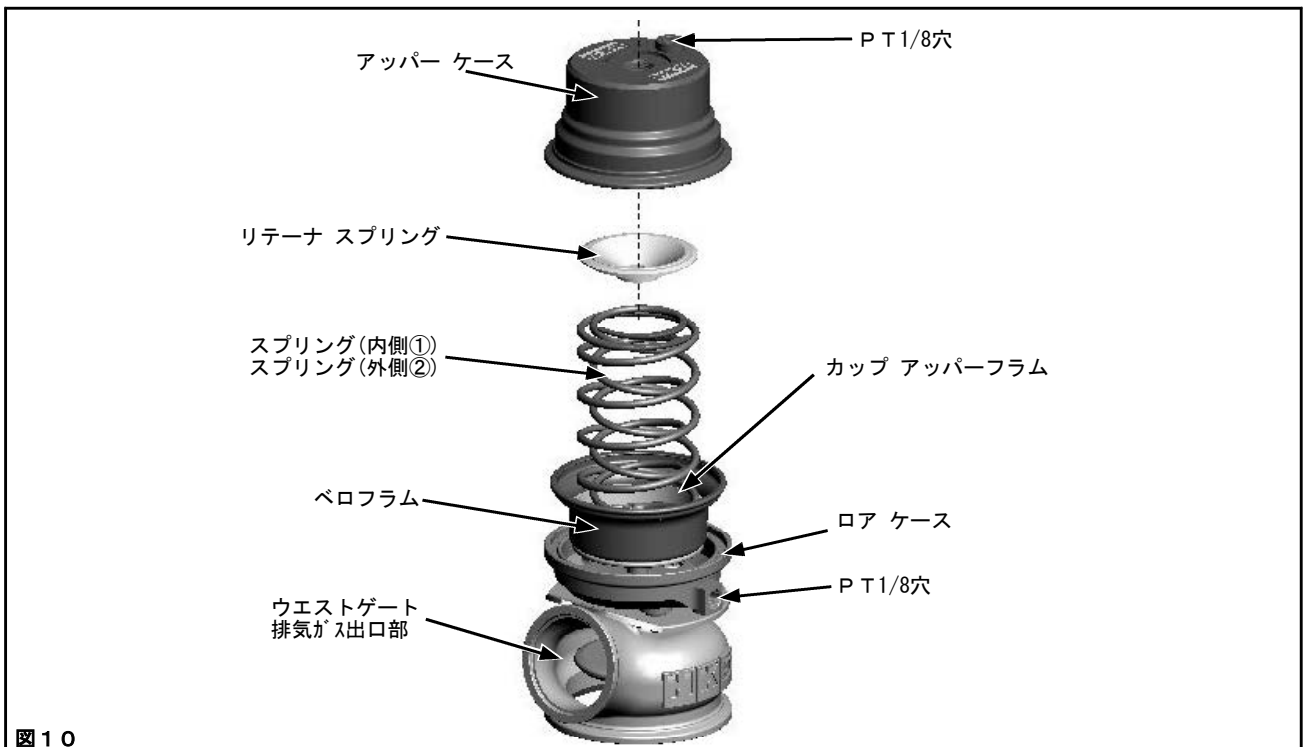

図10
(13) アッパー ケース、リテーナ スプリングを取外してください。(図10、表1)
(14) キット内のスプリング(上下は問いません)をセットし、スプリング上端にリテーナ スプリングをかぶせ、アッパー ケースを乗せてください。(図10)
- ・リテーナ スプリングは、凸部が下をに向くように組付けてください。(図10、図11)